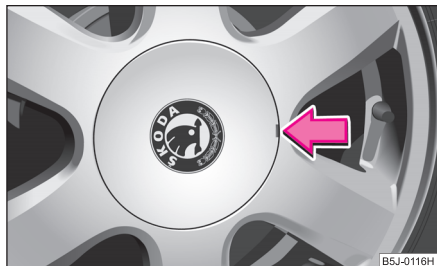

Fig. 170 Enlevez l'enjoliveur de roue
- Débloquez prudemment l'enjoliveur de roue au moyen d'un crochet d'extraction ⇒ fig. 170. ■